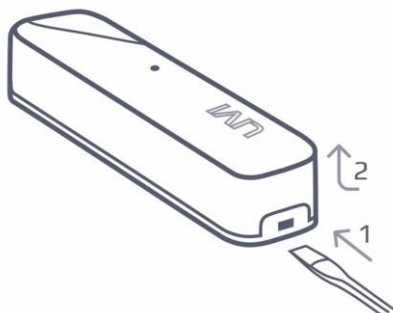

Рисунок 6.2 — Снятие крышки датчика открытия
- Снимите крышку датчика: при помощи плоской отвертки нажмите на одну из защелок и, не отпуская защелку, потяните основную часть корпуса вверх (см. рисунок 6.2).
Для подключения геркона/ШС снимите крышку основного элемента датчика (см. рисунок 6.2) и подключите провода к клемме, расположенной над батарейным отсеком, как показано на схеме слева.
1. Снимите крышку с основного элемента датчика (см. рисунок 6.2) и закрепите крышку в выбранном месте с помощью самонарезающих винтов так, чтобы скошенный участок располагался у края двери/окна.